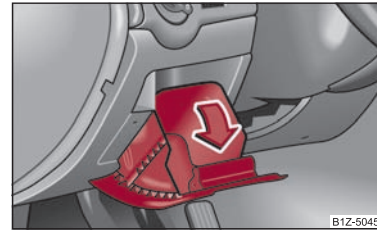

Fig. 90 Tabloul de bord: Compartimentul de depozitare de pe partea conducătorului
- Compartimentul se deschide prin ridicarea mânerului și rabatarea în sensul săgeții ⇒ fig. 90.